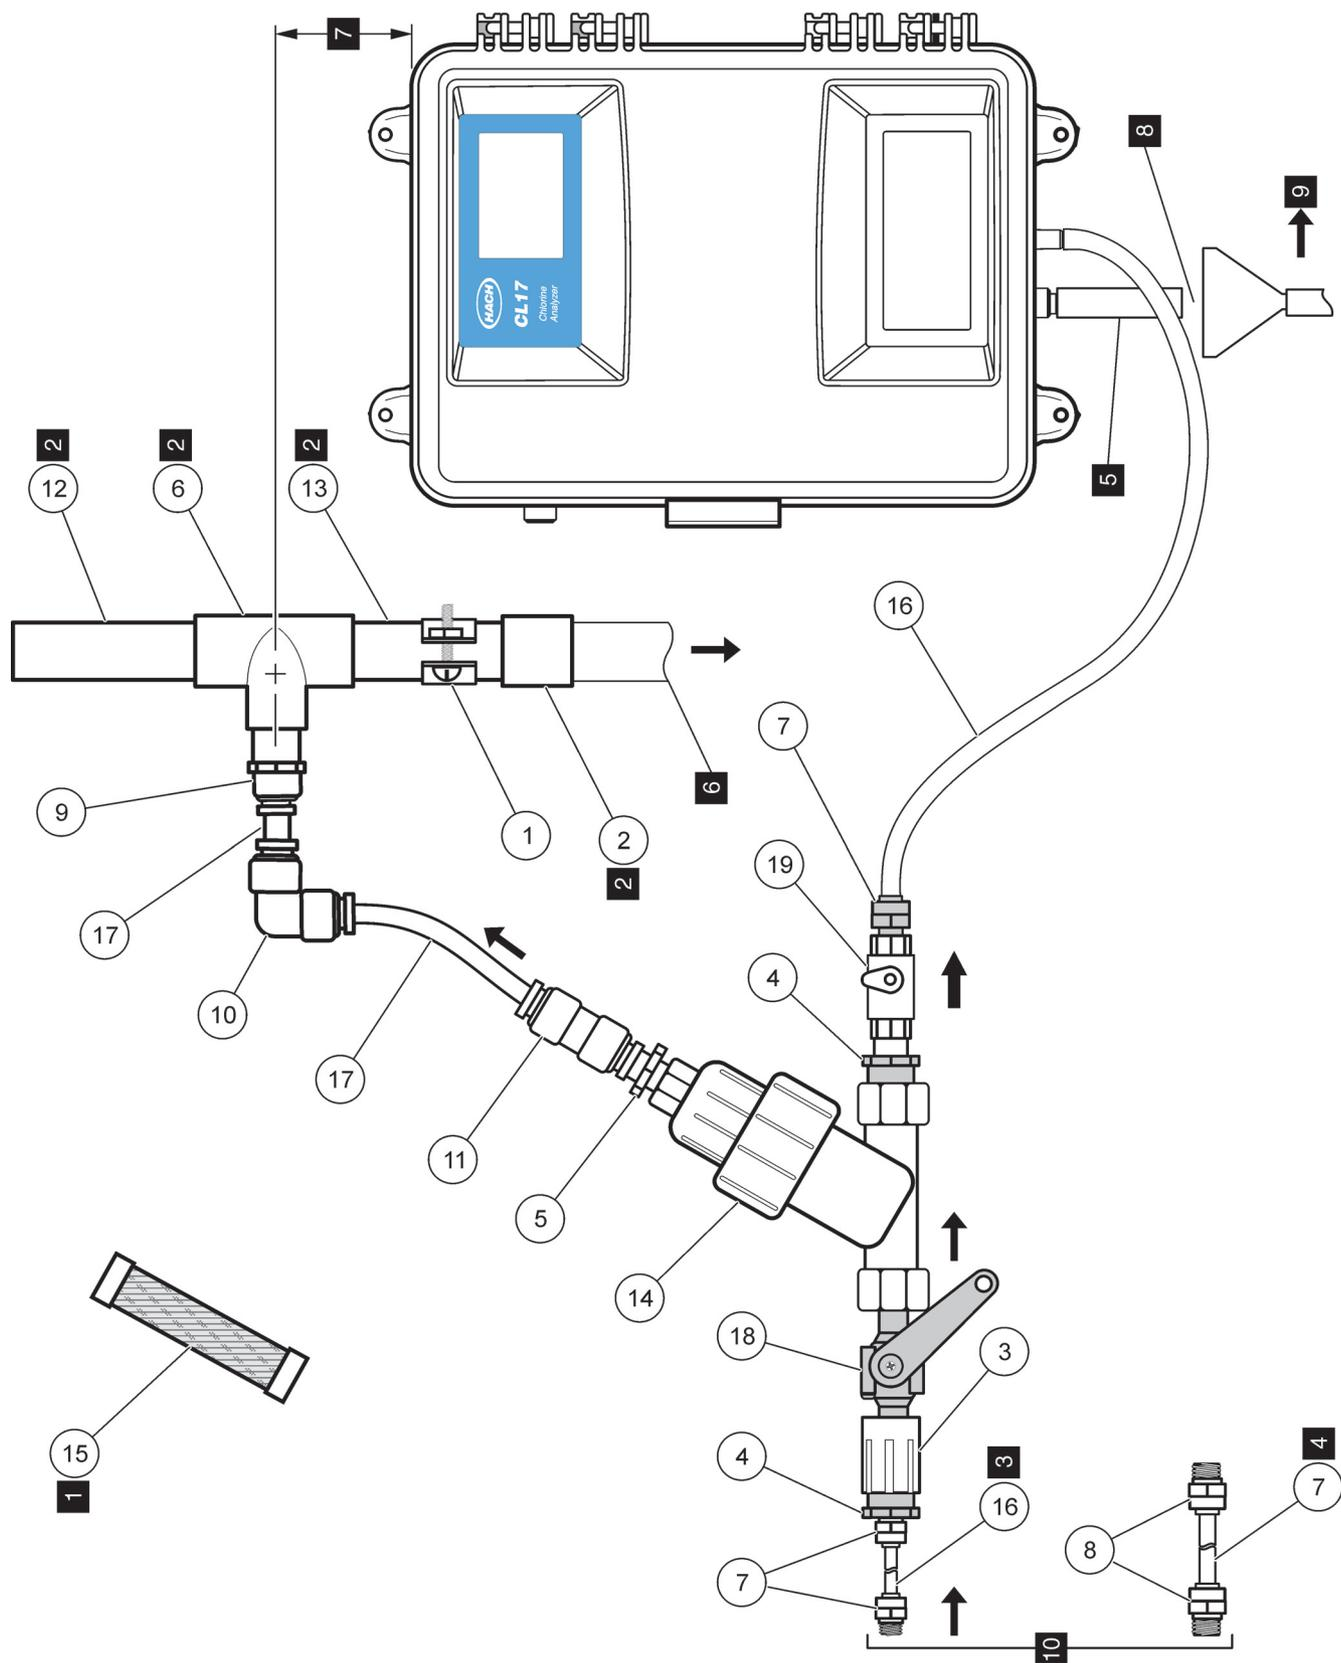

Abbildung 7 Probenkonditionierungssatz
Bringen Sie die Ablaufabzweigung für die Umleitung so an, dass sich deren Mittellinie 2 ft (ca. 60 cm) über dem Instrument befindet. Siehe Abbildung 7. Wenn die Ablaufabzweigung für die Umleitung richtig angebracht ist, verhindert sie durch ihre Auslegung als Rückschlagventil gegen Vakuum das Entstehen von negativen Probendrücken, und sie baut den positiven Probendruck auf, der benötigt wird, damit die Probe durch den Analysator fließt.
Weitere Informationen zur Montage der Komponenten finden Sie im vollständigen Systemdiagramm Abbildung 7 und den Tipps in Tabelle 3.
Bringen Sie den Kopfhöhenregler (Standrohr) und den Filter an, wie in Abbildung 7 gezeigt. Vergewissern Sie sich, dass der Probedruck auf die Probenkonditionierung zwischen 0,1 bar (1,5 psig) und 5,2 bar (75 psig) liegt, damit diese ordnungsgemäß funktionieren kann.
- 1.3** Stellen Sie den Durchfluss über das Kugelventil ein (Nr. 18 in Abbildung 7). Das Ventil ist vollständig geschlossen, wenn der Hebel senkrecht zum Ventilgehäuse ist, und es ist vollständig geöffnet, wenn der Hebel parallel zum Ventilgehäuse ist.
- 2.3** Achten Sie auf den Durchfluss in der Umleitung für die ungefilterte Probe (durchsichtiges Rohr, Nr. 13 in Abbildung 7). Stellen Sie sicher, dass der Durchfluss so eingestellt ist, dass es immer einen Durchfluss durch die Umleitung gibt.
- 3.3** Mithilfe des Kugelventils (Nr. 19 in Abbildung 7) können Sie den Probenfluss zum Instrument ausschalten.
Tabelle 1 Teileliste der Probenkonditionierung (siehe Abbildung 7)
Tabelle 2 Hinweise zur Teileliste des Probenkonditionierungssatzes Abbildung 7